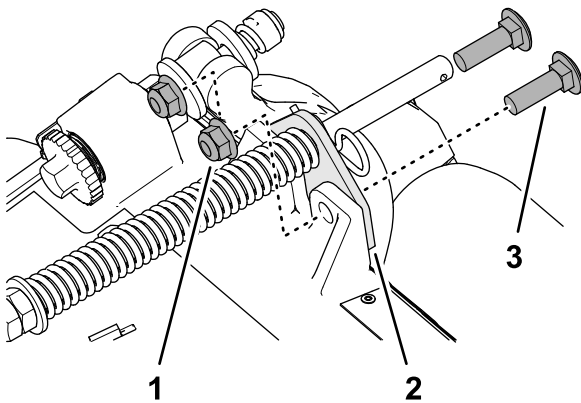

**Figure 17**
1. Si la goupille fendue est placée dans le trou arrière de la tige du ressort de compensation, retirez-la et insérez-la dans le trou près du support (Figure 17).